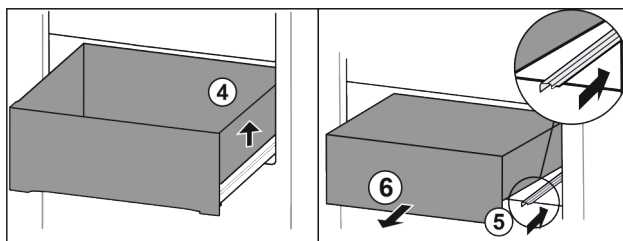

Fig. 18
- ▶ Nadvihnite zásuvku doprava. Fig. 18 (4)
- ▶ Zasuňte pravú koľajničku. Fig. 18 (5)
- ▶ Odoberte zásuvku dopredu. Fig. 18 (6)